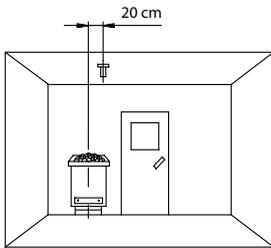

Abb. 7
Stecken Sie zur Hilfe einen Schraubendreher in den großen Schlitz in der Clip-Aussparung (Abb. 7).
Entriegeln Sie das Gehäuse durch leichtes Drehen oder Kippen des Schraubendrehers in Pfeilrichtung (Abb.7) und schwenken Sie das Gehäuseoberteil nach oben.
Beachten Sie bitte, dass sich nachfolgende Maßangaben auf die Werte beziehen, die bei der Geräteprüfung nach EN 60335-2-53 vorgegeben wurden. Grundsätzlich muss der Ofenfühler an der Stelle montiert werden, an der die höchsten Temperaturen erwartet werden. Einen Überblick über den Montageort des Fühlers geben Ihnen die Abb. 7 - 9.
1. Der Ofenfühler wird in Kabinen bis zu der Größe von 2 x 2 m gemäß Abb. 7 und 8 montiert, in größeren Kabinen gemäß Abb. 7 und 9 montiert.